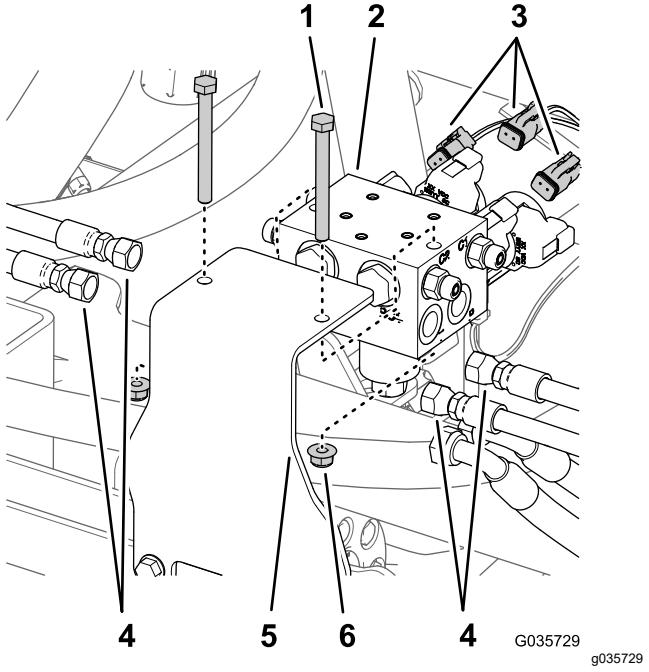

Figura 12
- Indicate i flessibili collegati al collettore del cilindro di sollevamento (porte C1, C2, C3 a C4) e staccateli dal collettore del cilindro (**Figura 12**).
- Scollegate i connettori del cablaggio preassemblato posteriore dai solenoidi del collettore del cilindro di sollevamento (**Figura 12**).
- Rimuovete il collettore del cilindro di sollevamento dalla staffa di montaggio rimuovendo 2 bulloni e 2 dadi di bloccaggio (**Figura 12**).